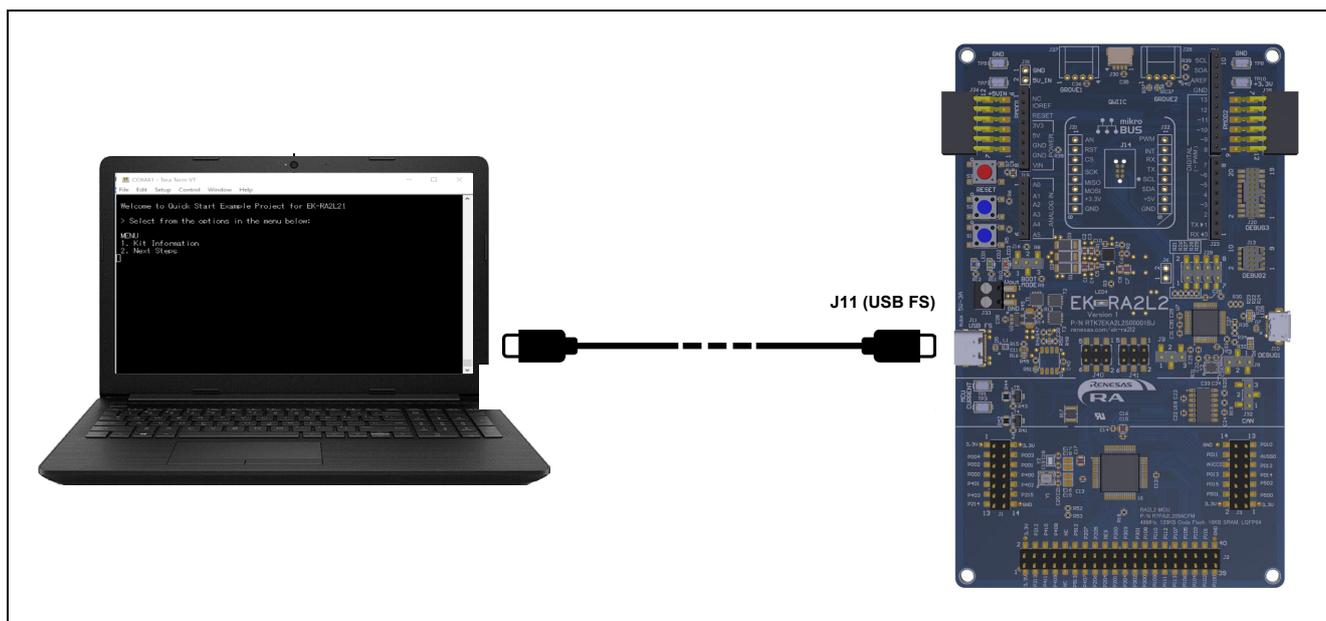

図 3. EK-RA2L2 ボードの USB Full Speed ポート (J11) をホスト PC に接続
1. 図 3 で前述したように、PC からの USB ケーブルを EK-RA2L2 ボードの USB デバッグポート (J10) に接続します。